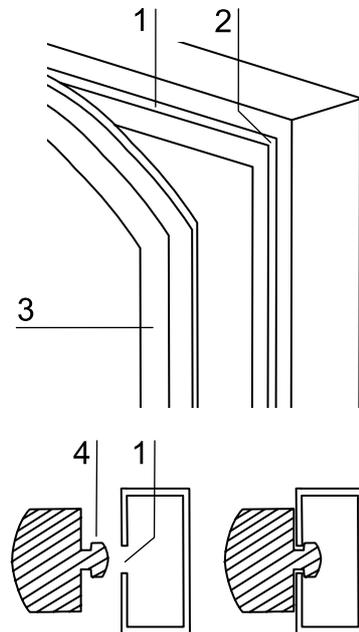

Abb. 25
1. **Abb. 25:** Magnetdichtung [3] aus dem Führungsschlitz [1] ziehen.